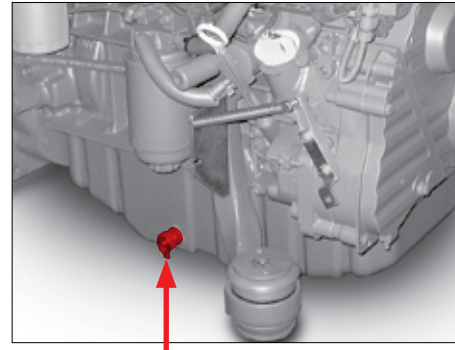

Fig. 84
2. Dévisser le tuyau Pos. 2 (Fig. 84) puis revisser le bouchon.